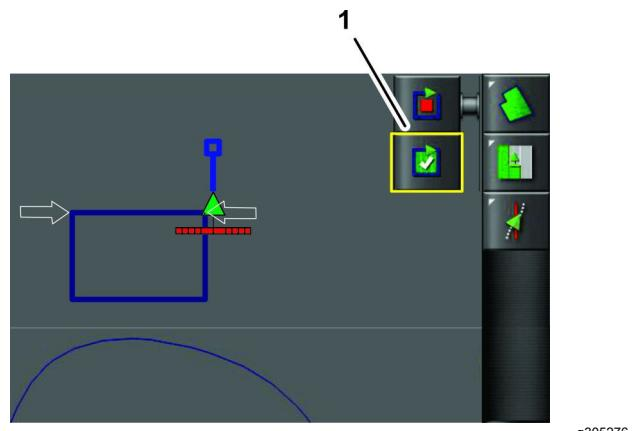

Figura 50
6. Allineate la parte centrale esterna dello pneumatico anteriore sinistro con l'ultimo punto, quindi fermate la macchina (Figura 50).
7. Premete l'icôna COMPLETA REGISTRAZIONE DEL CONFINE DEL CAMPO (Figura 50).